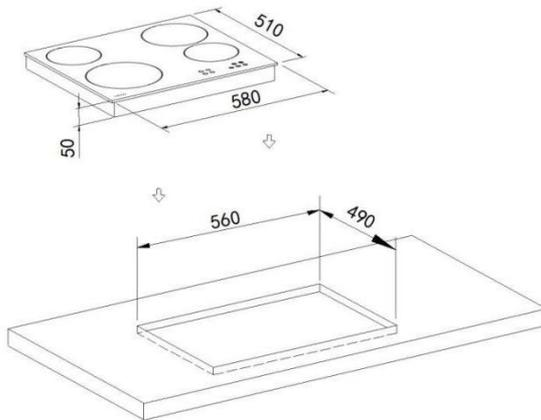

Figure 1
1. **Installation de la plaque de cuisson en céramique** (comme indiqué dans la figure 1)